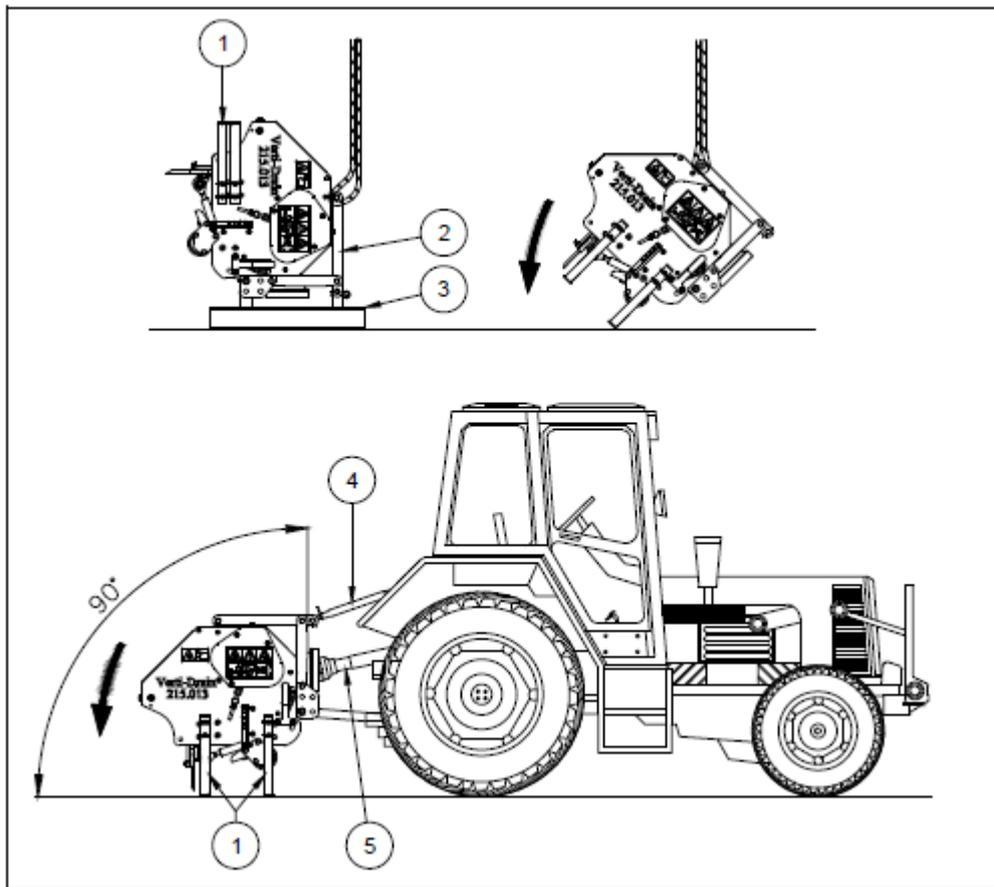
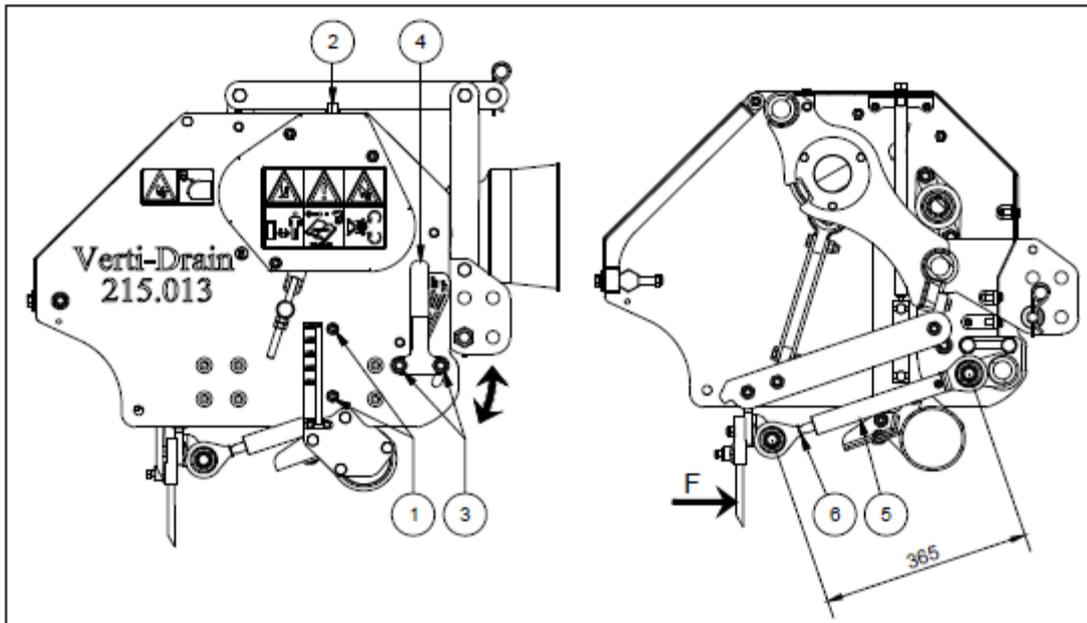

Рис. 8
Рис. 10
Машина установлена вертикально на паллете. Для того чтобы снять ее с паллеты и поставить горизонтально выполните следующие действия (Рис. 8):
Глубину обработки можно регулировать при поднятой машине (перед началом работы) или во время работы (Рис. 10):
Для регулировки угла пальцев следуйте следующим инструкциям (Рис. 10):
1. Ослабьте гайки (3) на один оборот.
2. Установите необходимый угол пальцев с помощью рукоятки (4).
3. Затяните гайки (3).
- С углом 90° пальцы прямо входят в землю только при правильной установке машины, (Рис. 8). Если машина установлена неправильно, возникает сила F (рис. 10), которая может привести к повреждению машины.
- Длина соединительной тяги (5) должна составлять 365 мм (14,4 дюймов), которую можно проверить с помощью клина (6).
- Если аэратор неправильно присоединен к трактору (Рис. 8), разные углы соединения ВОМ могут стать причиной вибраций в карданной передаче машины. Эти вибрации могут привести к поломке машины, а также стать причиной образования ям на обрабатываемом участке.